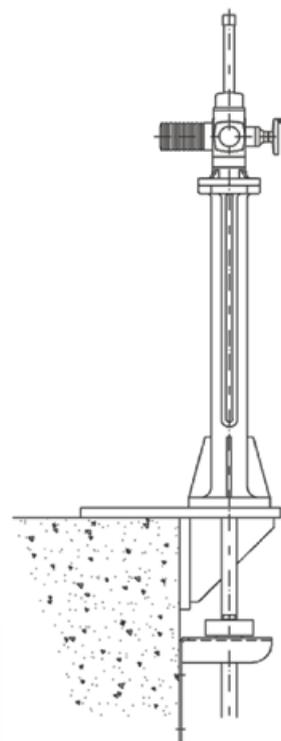

Рис. 16
- 4) Возможна поставка опоры для пьедестала как дополнительной опции (Рис. 16).